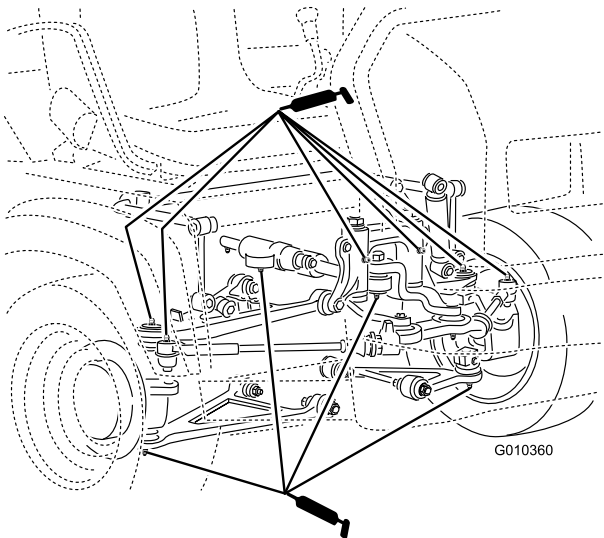

Bild 39
- Kugellager (4), Spurstangen (2), Schwenkhalterungen (2) und Lenkzylinder (2) (Bild 39)